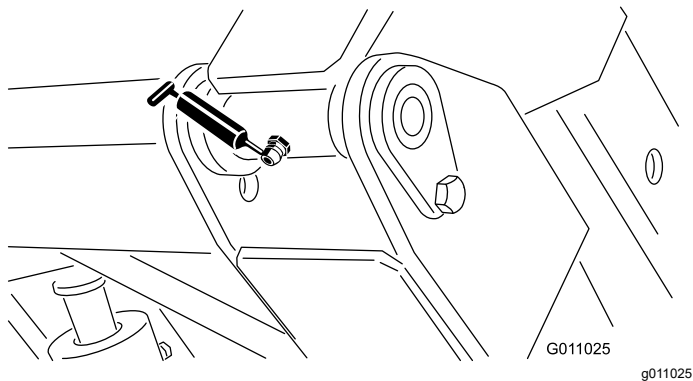

Figura 33
- Articulação da tremonha (superior) (2) (Figura 33)